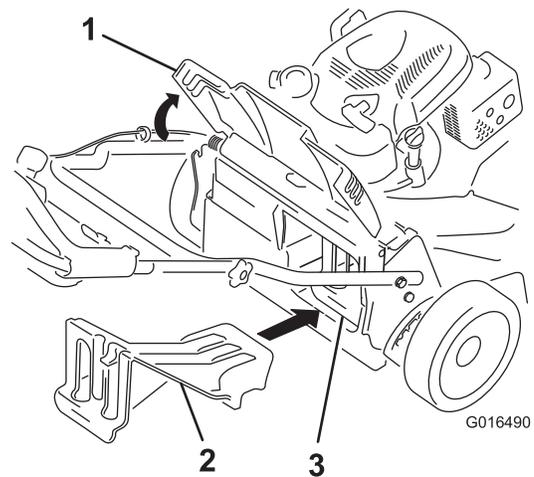

Figura 24
- Si el tapón de descarga trasero no está instalado, sujételo por el asa, eleve el deflector trasero e introdúzcalo en el conducto de descarga trasera hasta que el enganche encaje en su sitio; consulte Figura 24.
Importante: Asegúrese de que el tapón de descarga trasera está colocado antes de reciclar los recortes (Figura 24).